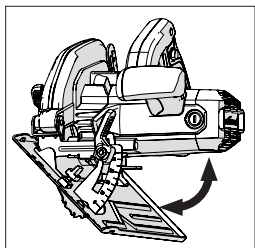

Fig. 14
- Inclinez la lame selon l'angle souhaité, comme indiqué sur le rapporteur du cadran. (**Fig. 14**)